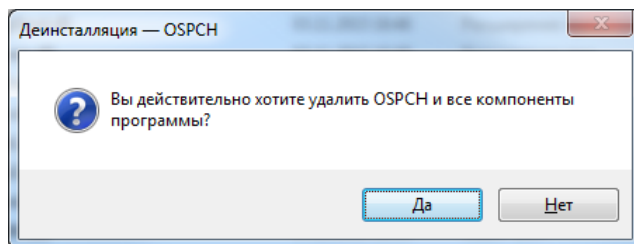

Рис. 72
- в открывшемся окне, представленном на рис. 72, нажмите кнопку «Да».